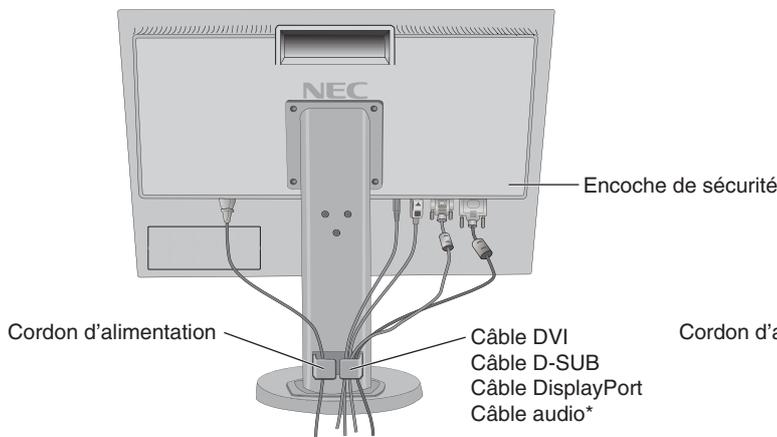

**Figure C.1**
- Branchez tous les câbles aux prises appropriées (**Figure C.1**).